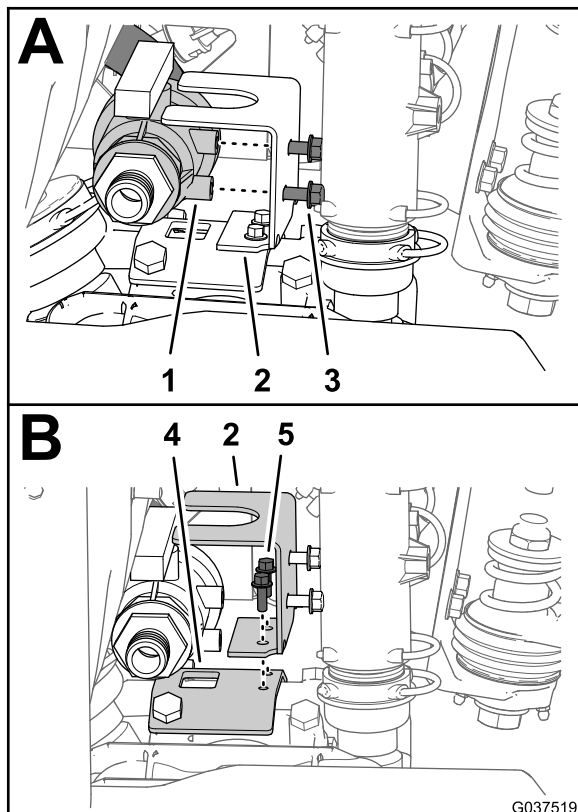

Figura 34
1. Nella parte superiore della pompa dell'irroratrice, rimuovete i 2 bulloni a testa flangiata (5/16 x 3/4 poll.) che fissano la valvola di accelerazione dell'agitatore alla staffa della valvola di accelerazione (Figura 34).
2. Rimuovete i 2 bulloni a testa flangiata (1/4 x 3/4 poll.) che fissano la staffa della valvola di accelerazione alla staffa della pompa dell'irroratrice e rimuovete la staffa dalla macchina (Figura 34).